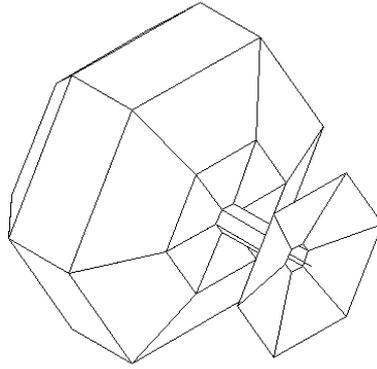

Рисунок 8.10
- скрыть невидимые линии командой **Вид \ Визуальные стили \ Скрытие линий** (рисунок 8.10).